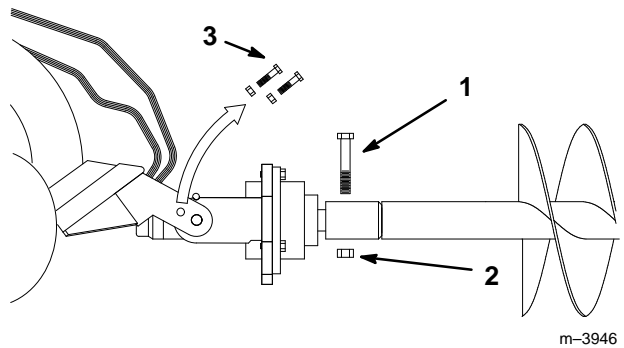

Abbildung 7
8. Den Bohrer mit 7/8"-9 x 4-1/2"-Schraube und 7/8"-11-Mutter am Antriebskopf befestigen (Abb. 7).
9. Die Schrauben und Muttern aus den Gestellarmen entfernen, die in Schritt 3 angebracht worden sind (Abb. 7).